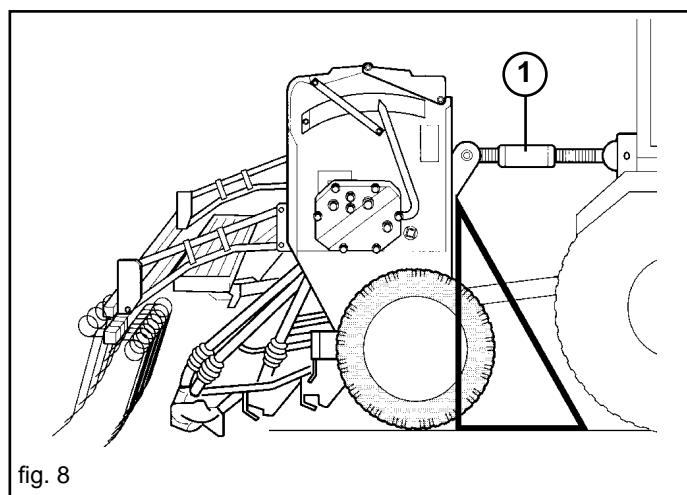

fig. 8
- 1) Applicare l'attrezzatura all'attacco tre punti del trattore; i perni vanno assicurati con le apposite spine; mediante il tirante di regolazione (1 Fig. 7-8) fare in modo che la seminatrice sia perpendicolare al terreno (Fig. 8).